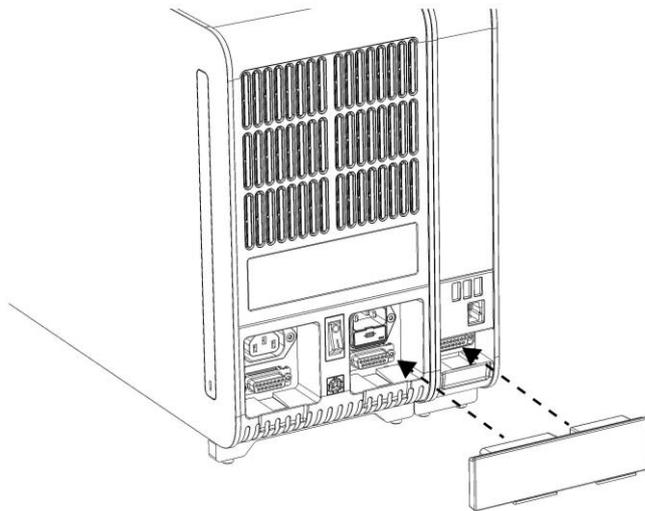

Figure 8. Connexion du pont de module analytique/opérationnel.
5. Connectez le pont du module analytique/opérationnel à l'arrière du QIAstat-Dx Analyzer 1.0 pour connecter ensemble les modules opérationnel et analytique (figure 8).